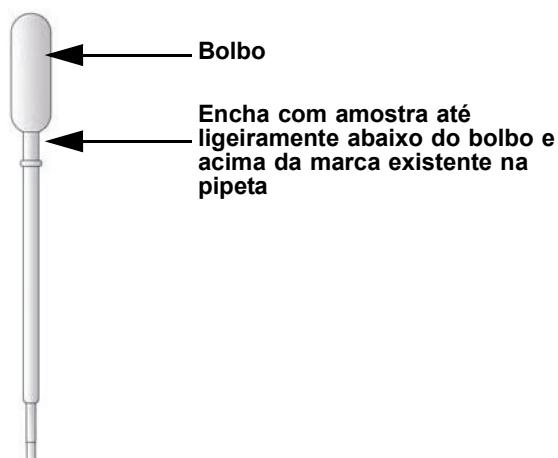
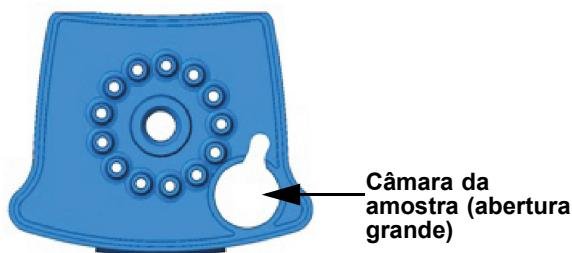

Figura 1. Pipeta de transferência do ensaio HCV VL Assay
Figura 2. Cartucho do ensaio HCV VL Assay (vista de cima)
- **Opção 1:** Em caso de utilização da pipeta de transferência incluída no kit (Figura 1), encha até ligeiramente abaixo do bolbo, mas acima da linha, para transferir pelo menos 1 ml de plasma ou soro do tubo de colheita para dentro da câmara da amostra do cartucho do teste (Figura 2). **NÃO** verta a amostra para dentro da câmara!
- **Opção 2:** Em caso de utilização de uma pipeta automática, transfira pelo menos 1 ml de plasma ou soro para dentro da câmara da amostra do cartucho do teste (Figura 2). **NÃO** verta a amostra para dentro da câmara!